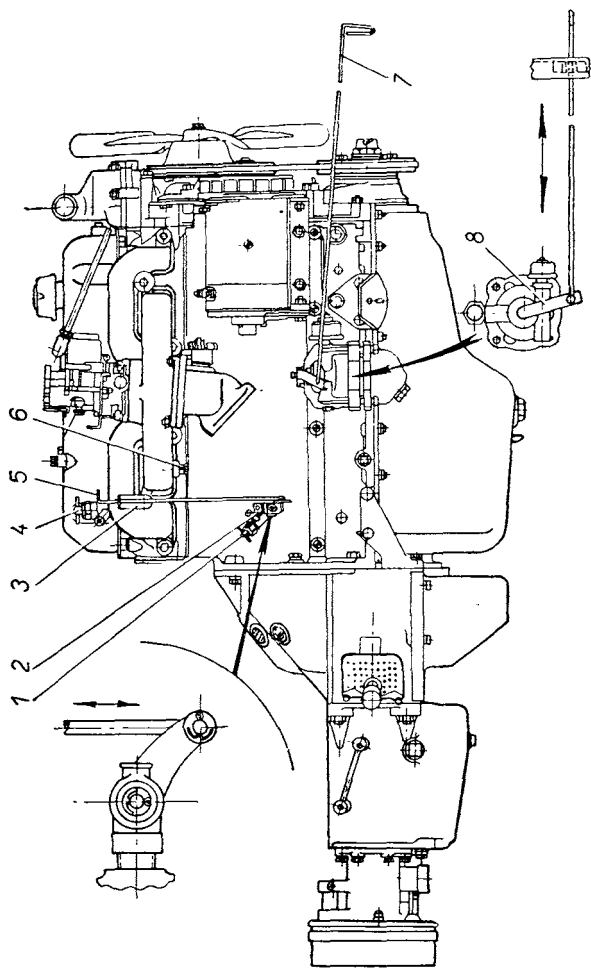

Рис. 9. Двигатель (вид справа):
Пуск теплого двигателя. Для пуска теплого двигателя необходимо слегка нажать на педаль дросселя и включить ключом стартер. Как только двигатель заработает, ключ нужно отпустить. Не следует при теплом двигателе пользоваться подсосом. В случае переобогащения смеси при пуске необходимо слить бензин из впускной трубы через сливное отверстие, вывинтив предварительно пробку *б* (см. рис. 9), и продуть цилиндры, провернув коленчатый вал на несколько оборотов при включенном зажигании и полностью нажатой педали дросселя.
1) Для удобства пользования спускным краником 2 блока цилиндров установлена дополнительная тяга 5 (рис. 9).
3) В рукоятке 8 фильтра грубой очистки имеется дополнительное отверстие для тяги 7 управления фильтром (рис. 9).
Для удобства поворота рукоятки фильтра к ней присоединена тяга, выходящая снизу под кузовом у правого переднего буфера (см. рис. 9).